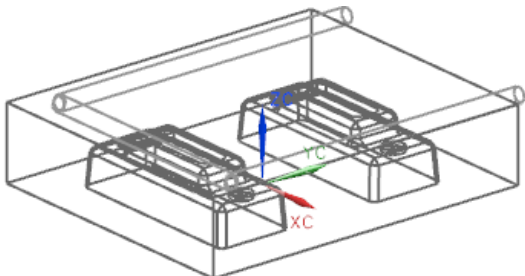

图 9-24 创建管道
(4) 在【设置】选项组中, 指定冷却管道的直径, 这时已经可以从图形窗口中看到管道的预览效果。
(5) 单击【确定】按钮，创建管道如图 9-24 所示。